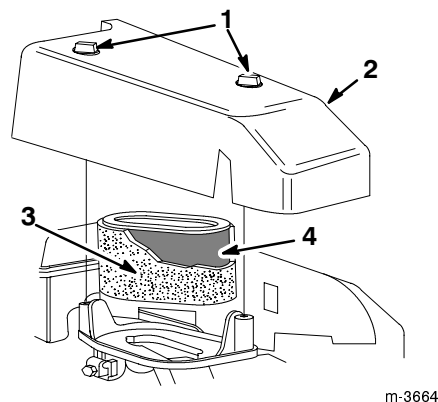

Figure 20
3. Retirer les deux boutons de fixation du couvercle du filtre à air au moteur (Fig. 20).